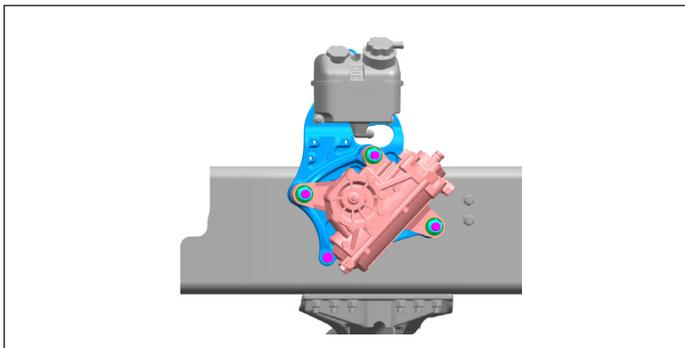

Figure 8 – Type à essieu avant reculé
15. Sur les véhicules équipés d'un essieu avant reculé, le boîtier de direction se monte sur le longeron de cadre du châssis. Cf. Figure 8. Il y a lieu de retirer ensemble le boîtier de direction et la biellette pendante.
2. Sur les véhicules équipés d'un essieu avant reculé (cf, Figure 8), on doit monter la biellette pendante, puis poser le boîtier de direction sur le longeron de cadre du châssis.